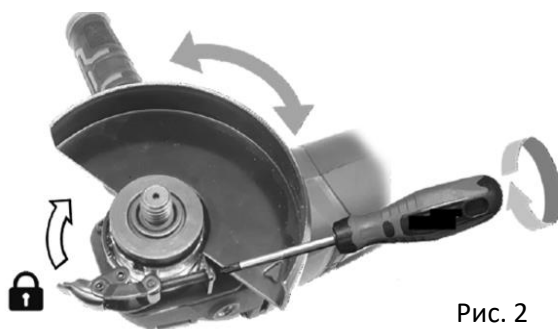

Рис. 2
3. Наденьте кожух, совместив шлицы кожуха с пазами на крышке редуктора. Поверните в удобное положение и зафиксируйте с помощью зажима. Силу затяжки зажима можно отрегулировать с помощью отвертки (Рис. 2).